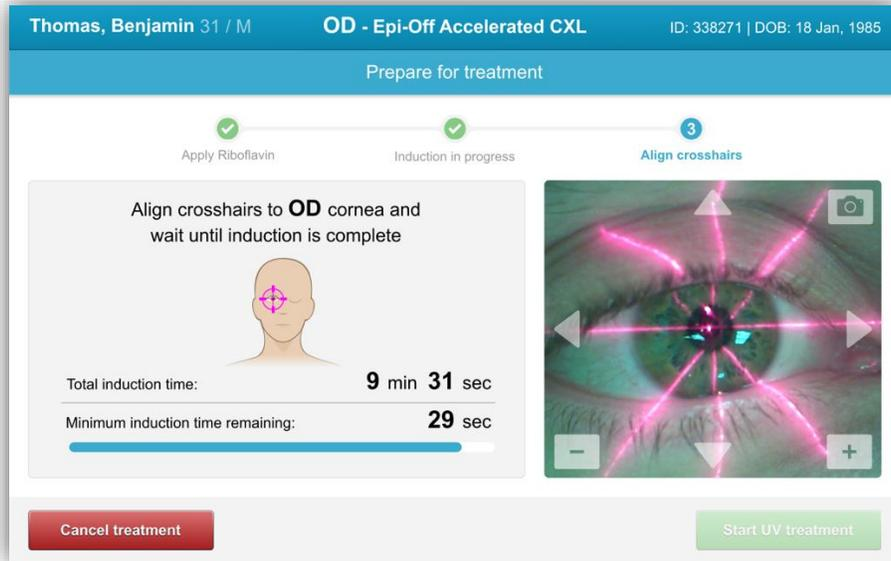

Figura 3-23. Alinhar as miras durante a indução
- Os lasers de alinhamento vermelhos serão ligados 30 segundos antes do final do período de indução, conforme mostrado na Figura 3-23.